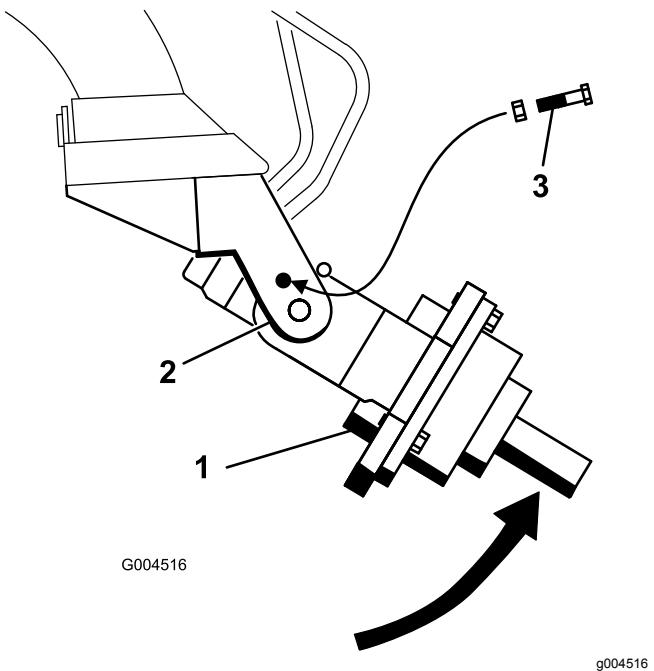

Рисунок 5
5. Вручную вращайте приводную головку шнека вверх до тех пор, пока не появится возможность вставить болт ($\frac{1}{2}$ x $2\frac{1}{2}$ дюйма) в отверстие рычага люльки, зафиксировав тем самым приводную головку. Зафиксируйте без затяжки болт фланцевой гайкой ($\frac{1}{2}$ дюйма), как показано на рис. Рисунок 5.
3. Вручную вращайте приводную головку шнека вверх до тех пор, пока не появится возможность вставить болт ($\frac{1}{2}$ x $2\frac{1}{2}$ дюйма) в отверстие рычага люльки, зафиксировав тем самым приводную головку. Зафиксируйте без затяжки болт фланцевой гайкой ($\frac{1}{2}$ дюйма), как показано на рис. Рисунок 5.